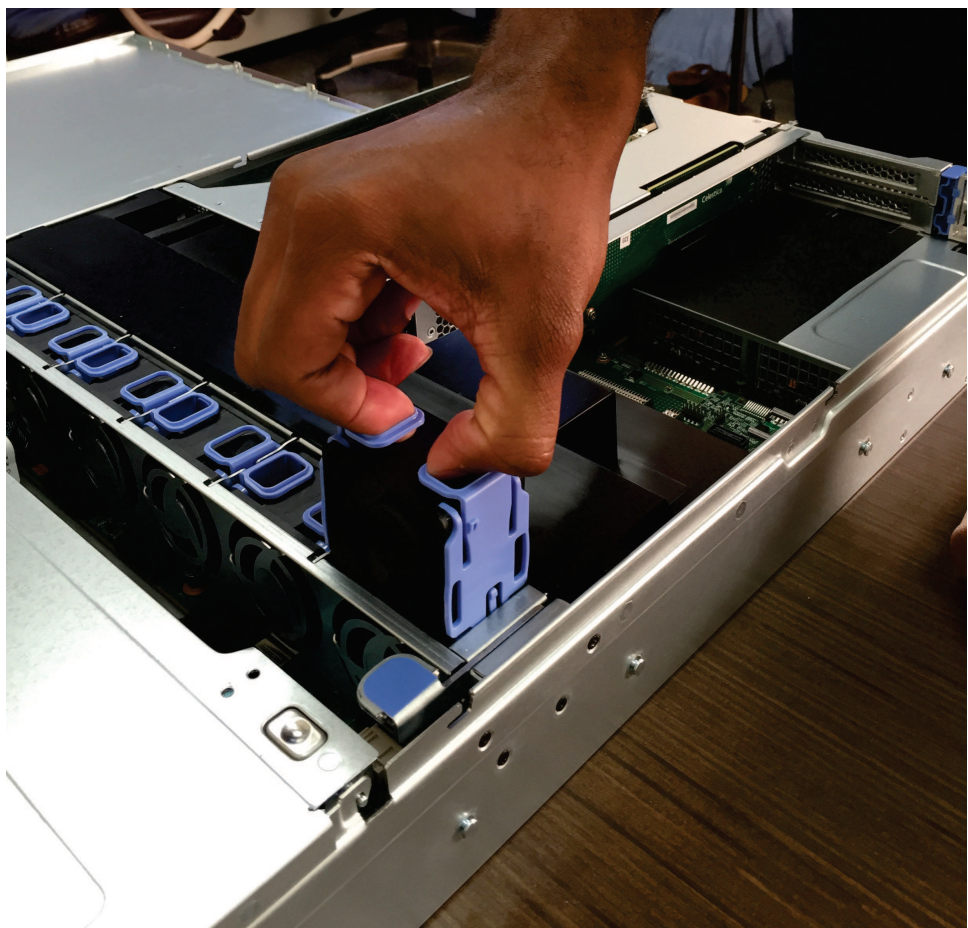

图 175. 卸下 2145-SV1 风扇
7. 通过两侧的指状夹具来抓住风扇，如第 214 页的图 175 中所示。